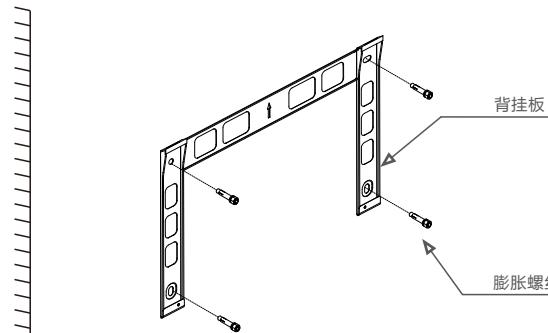
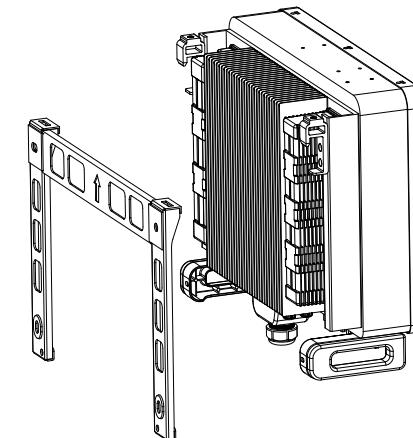

图5.4 安装背挂板
图5.5 安装逆变器
参考图 5.4 以及图 5.5 来安装逆变器。逆变器必须垂直安装。安装步骤如下：
1. 按照图5.4，挂板孔距打四个膨胀螺栓孔（膨胀螺栓M10*70），使用10mm型号钻头的冲击钻打孔时要保持钻头与墙面垂直，双手紧握手柄，把握好方向，不要摇晃，以免破坏墙面，造成孔倾斜。钻孔深度应为60mm。去除孔内灰尘后测量孔深，保持孔深一致。
2. 确保支架是水平的，安装孔（如图5.4）是正确标记的。通过标记处钻入墙。